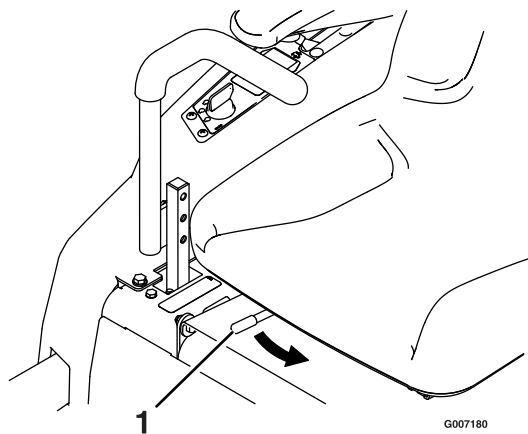

Bild 17
1. Drücken Sie den Einstellhebel zur Maschinenmitte, um die Sitzeinstellschiene zu lösen (Bild 17).